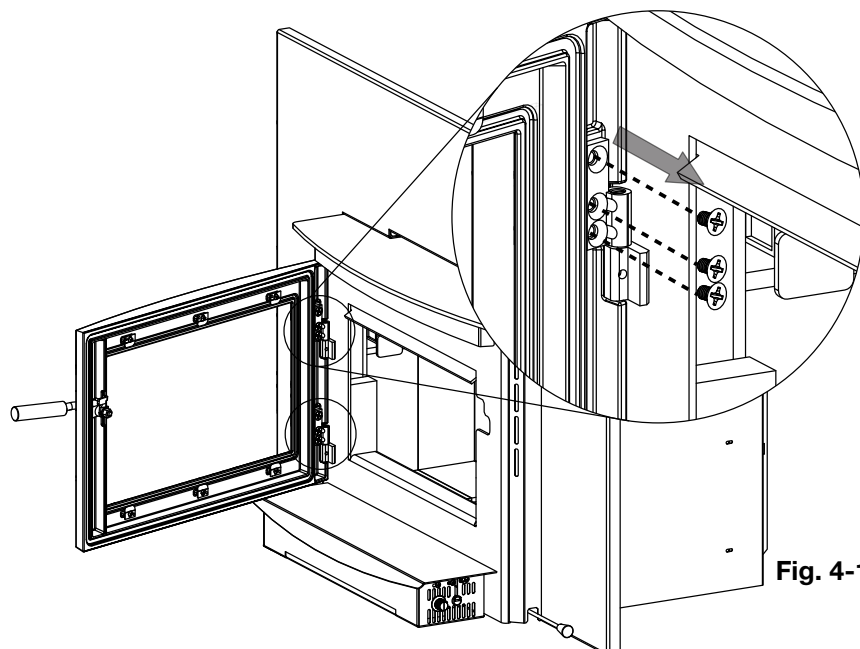

Fig. 4-1
1. Avec une main sur la porte de la-prévenir de tomber, ouvrez la porte and retirez les 6 grandes vis situées sur les charnières (**Fig. 4-1**).